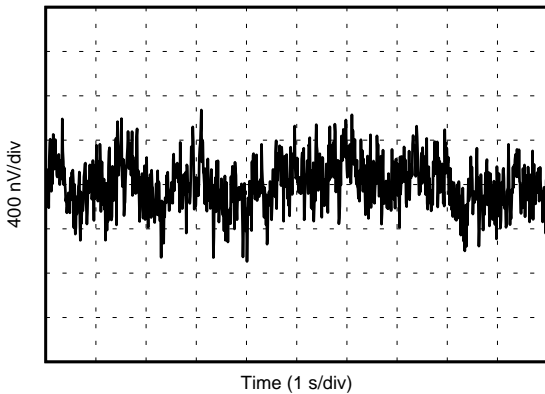

Figure 23. 0.1-Hz to 10-Hz Noise
0.1-Hz to 10-Hz Noise	<a href="#">Figure 23</a>